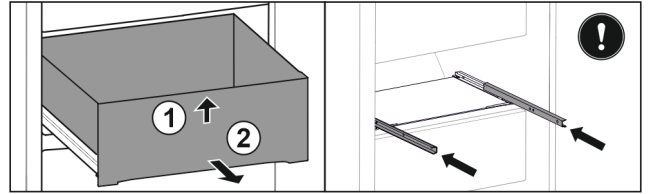

Fig. 36 *
- ▶ Підняти висувний ящик вперед Fig. 36 (1)*
- ▶ Витягнути вперед Fig. 36 (2)*